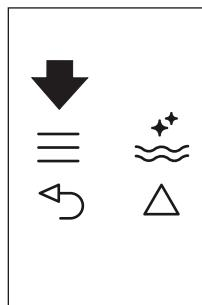
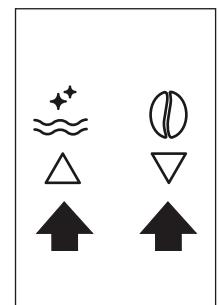

Abb.22
Abb. 9
- Drücken Sie das  Symbol (B2), um das Menü aufzurufen (Abb. 22), dann drücken Sie die Symbole   (B7) und (B8) (Abb. 9) bis „CAPPUCCINO PROGRAMMIEREN“ erscheint.
- ▶ Drücken Sie das \equiv Symbol (B2), um das Menü aufzurufen (Abb. 22) oder drücken Sie die Symbole $\triangle \downarrow$ (B7) und (B8) (Abb. 9) bis „CAPPUCINO PROGRAMMIEREN“ erscheint.
- ▶ Drücken Sie das OK Symbol (B9), um zu bestätigen, dann die Symbole $\triangle \downarrow$ (B7) und (B8) (Abb. 22), bis „KAFFEE F. CAPPUCINO“ angezeigt wird.